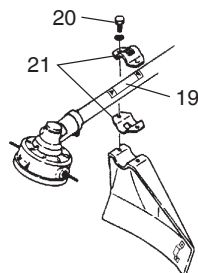

Fig. 8
Alineando a la posición indicada por la etiqueta de ubicación del protector (19), asegure firmemente el protector del mecanismo de corte al tubo del eje de transmisión con el perno (20) y la abrazadera del protector (21). (Fig. 8)